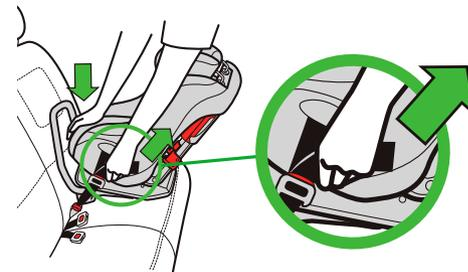

Figure 50
- Appuyez au centre du siège d'auto pour faire baisser le coussin du siège du véhicule et tirez l'extrémité libre de la ceinture d'ancrage DUA pour la serrer, tel qu'illustré dans la **Figure 50**.